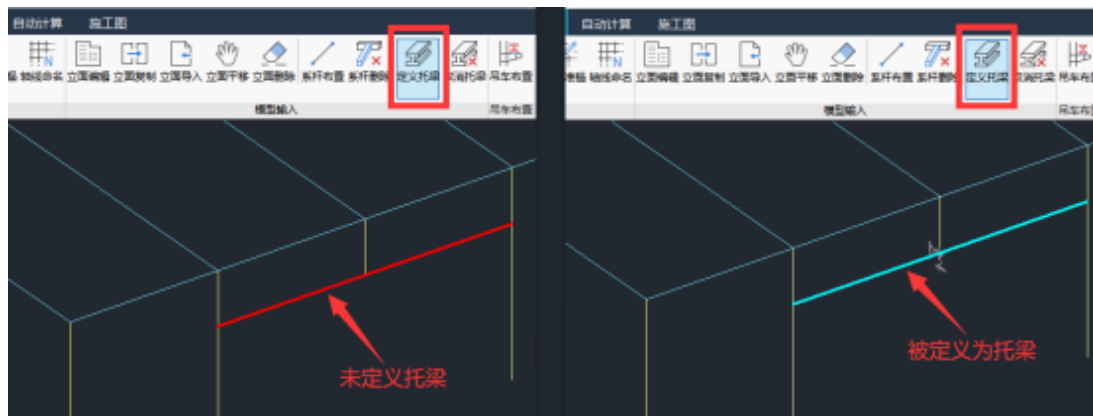

图5 托梁定义
4) 通过“定义托梁”命令来将构件定义为托梁，只有被定义为托梁后该构件才会以托梁属性参与结构计算（图5）；